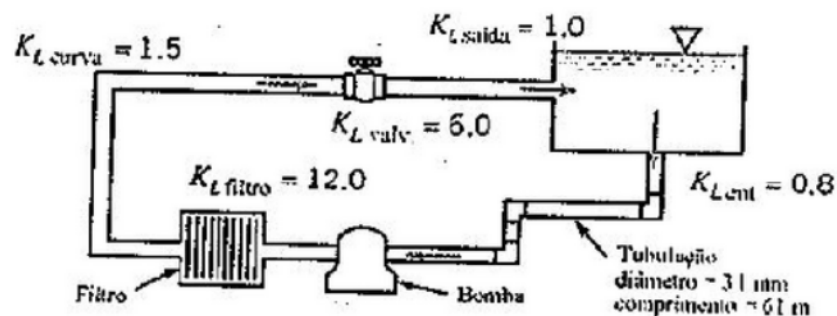

Figura P8.93
8.93 Considere o escoamento de água no circuito fechado mostrado na Fig. P8.93. Sabendo que a bomba transfere 272 W à água e que a rugosidade relativa dos tubos que compõe a tubulação é igual a 0,01, determine a vazão que escoar através do filtro mostrado na figura.